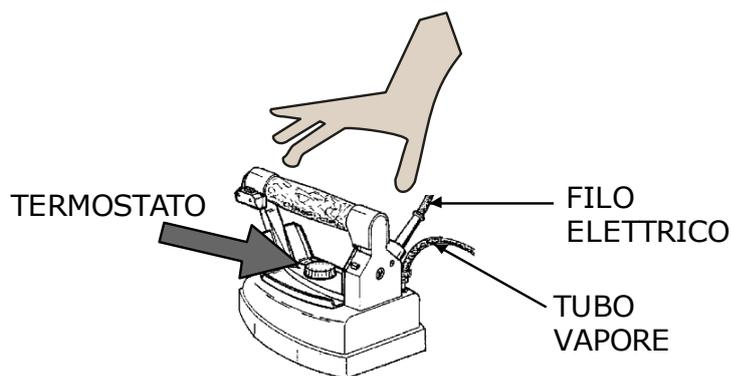

Fig. 2
3. Accendere l'interruttore della caldaia, l'interruttore del ferro e portare il termostato del ferro da stiro (fig. 2) sulla posizione "cotone".
4. Per la stiratura a secco si può regolare il termostato (fig. 2) sulle varie posizioni, a seconda del tipo di tessuto che si vuole stirare (fare riferimento quindi alle indicazioni apposte sui capi). Per lo stiro a vapore si deve regolare il termostato sulla posizione "cotone" o "lino" (**N.B.:** solo per ferri Tulipano il termostato deve essere posizionato su fine "lana" - inizio "cotone").
6. quando il ferro si surriscalda o perde acqua (fig. 2);
7. quando si lava o si pulisce il ferro da stiro con l'acqua (fig. 2);